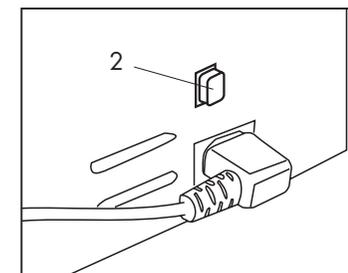

Fig. 4
- Accendere la macchina azionando l'interruttore principale (2). (Fig.4)
- I tasti comando inizieranno a lampeggiare lentamente; una volta raggiunta la temperatura i tasti si illumineranno in modo fisso indicando che la macchina è pronta per l'utilizzo (Fig.4).